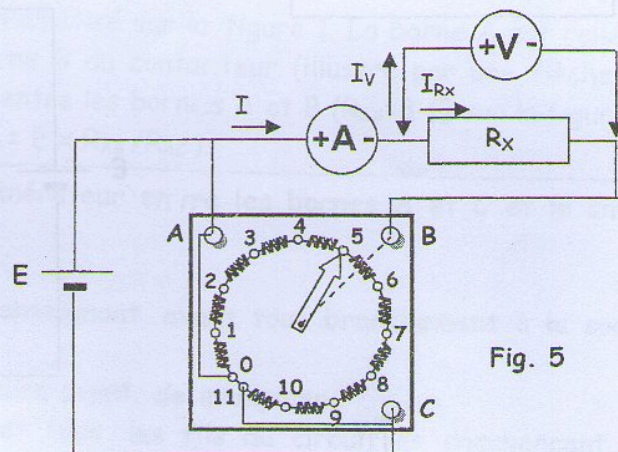

Fig. 5
a) Réaliser le montage de la figure 5 et le faire vérifier avant tout branchement à la source de tension. Le voltmètre dans ce montage est branché en « courte dérivation ». Il donne la d.d.p.  $V_{RX}$  aux bornes de la résistance. L'ampèremètre, par contre, indique une valeur du courant  $I$  qui n'est pas le courant traversant la résistance. L'expérience montre que la valeur de  $I$  est proche de celle de  $I_{RX}$ .